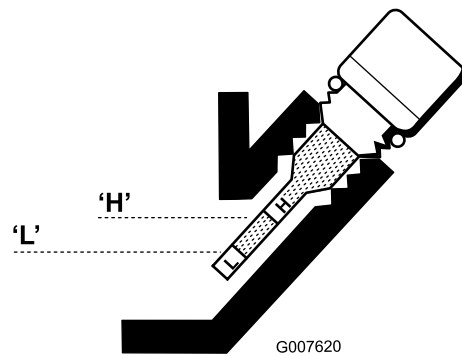

Figura 27
3. Limpie el indicador e introdúzcalo en el orificio de llenado. No lo enrosque en el orificio. Luego retírelo y verifique el nivel de aceite. Si el nivel es bajo, añada solamente aceite suficiente para que llegue entre las marcas "H" y "L" del indicador (Figura 27). Vuelva a comprobar el nivel de aceite. No llene demasiado.